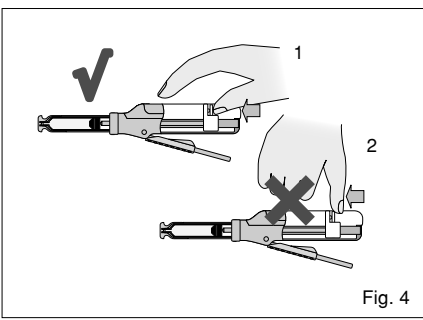

Fig. 4
- c. Une fois la cartouche en place, (ne pas enlever le capuchon de la cartouche), faites glisser le taquet vers l'avant jusqu'à ce qu'il s'arrête. (Fig. 4)
- c. Después de cargar el cartucho, deslice la palanca de liberación hacia delante hasta que se detenga. (Fig. 4)